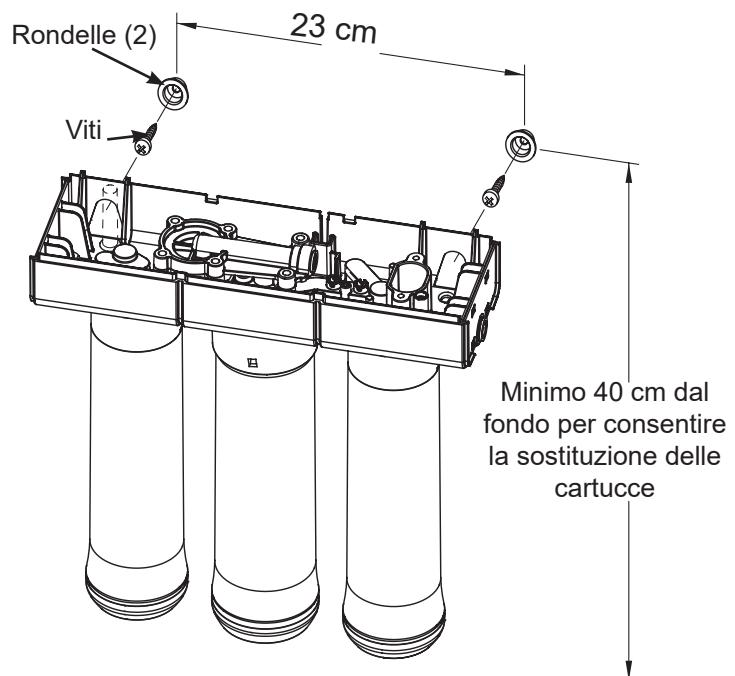

FIG. 10
Cfr. Fig. 10 . Le rondelle di fissaggio permettono di alzare i filtri delle rondelle senza disinstallare tutto il sistema.
2. Individuate i fori di montaggio sul retro dell'unità. Cfr. Fig. 10.
3. Piazzate l'unità contro il muro e indicate le posizioni delle rondelle. Cfr. Fig. 10. Montate l'unità abbastanza in alto per lasciare uno spazio che consenta di sostituire facilmente le cartucce senza dover smontare l'unità dal muro